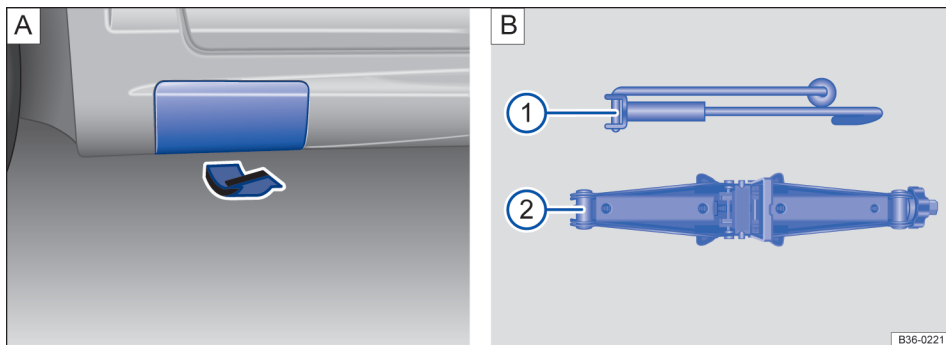

Fig. 263 [A] Atrás no lado esquerdo do veículo: rebater a cobertura. [B] Componentes do macaco sanfona.
O macaco pode ser colocado somente nos pontos de recepção do macaco mostrados e somente com a cobertura aberta → Fig. 263 [A]. Deve ser considerado o ponto de apoio localizado junto à roda correspondente → ⚠.
6. Encaixar a manivela manual → Fig. 263 [B] ① no macaco sanfona → Fig. 263 [B] ②.
7. Procurar sob o veículo o ponto de apoio do macaco → Fig. 263 mais próximo da roda a ser trocada.
8. Retirar a cobertura da soleira lateral → Fig. 263 [A]: para isso, puxar com força, mas com cuidado, na direção da seta. A cobertura é fornecida com uma cinta de fixação.